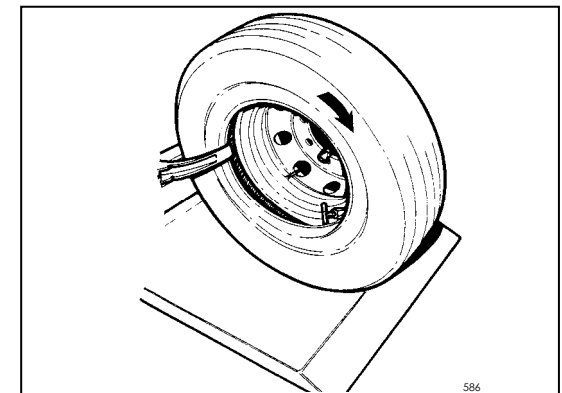

Fig.35
2. Position the mounting hook about 3/4" (1.5 cm) to the inside of the rim edge and 1/2" (1 cm) away radially. Rotate the chuck clockwise. Normally less than 1/4 of a revolution is sufficient to mount the first bead (Fig.35).
2. Insérer le crochet de montage de 1,5 cm (1/2") environ à l'intérieur du bord de la jante et le garder à une distance d'1 cm (1/2") environ en direction radiale. Tourner l'autocentreur dans le sens des aiguilles d'une montre. Normalement, il suffit d'un quart de tour pour monter le premier talon (Fig.35).
2. Den Montagehaken so einsetzen, da er innen in ca. 1,5 cm (1/2) Abstand zum Felgenrand steht und nach oben ca. 1 cm (1/2) Abstand hat. Die Spannvorrichtung im Uhrzeigersinn drehen. Normalerweise genügt 1/4 Drehung, um den ersten Wulst zu montieren (Abb.35).